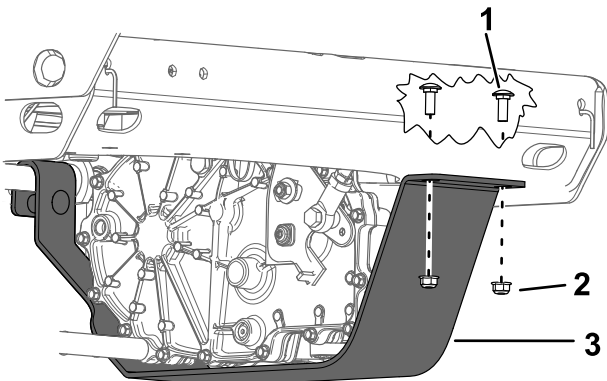

Bild 64
2. Schraube (2)
5. Entfernen Sie die beiden Schrauben und Muttern von beiden Getriebeschutzvorrichtungen (Bild 64).
8. Schwenken Sie die Getriebeschutzvorrichtung nach oben und befestigen Sie diese mit zwei Schrauben und zwei Muttern (Bild 64).